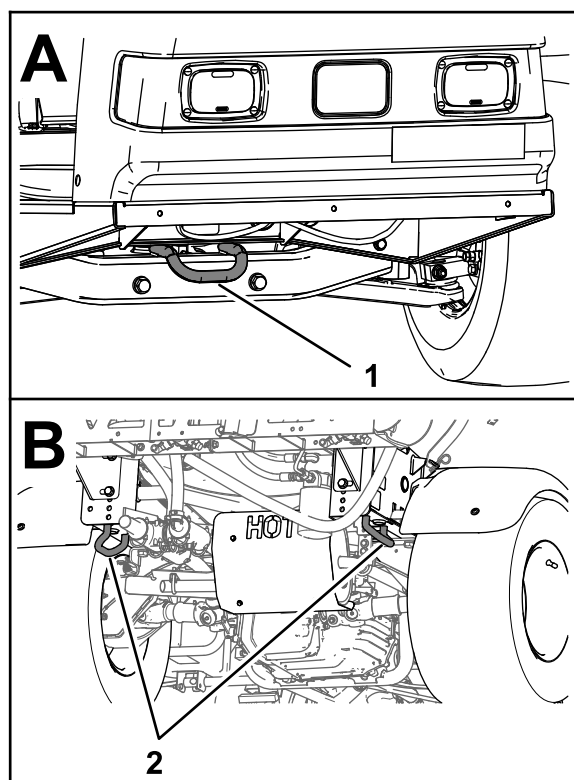

Рисунок 35
- Надежно привяжите машину к транспортному автомобилю; на Рисунок 35 показаны скобы для крепления машины.